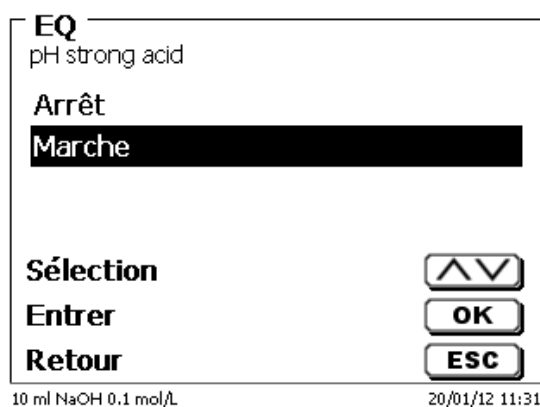

Fig. 137
Dans le cas du titrage linéaire ou dynamique, la reconnaissance automatique du point d'équivalence (EQ) peut être activée et désactivée (Fig. 137).